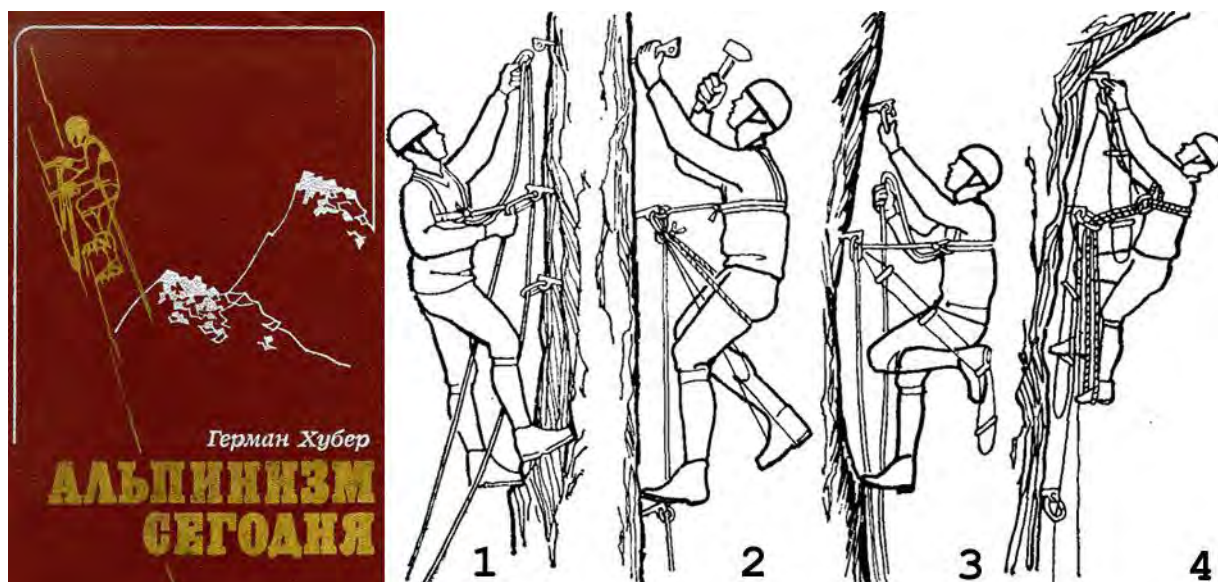

Рис.71. Работа на лесенках по Герману Хуберу (Hermann Huber, "Bergsteigen Heute, Der Leitfaden für die Praxis", Bruckmann, München, 1975)
Вот несколько советов Германа Хубера по поводу работы на лесенках (**Рис.71**):
5) Дать команду страхующему натянуть страховочную веревку, затем встать одной ногой на длинное стремя, сохраняя равновесие и держась одной рукой за ее узел (**Рис.71- fig.2**). Мини-шест теперь разгружен, и его можно снять с предыдущего крюка и пристегнуть серединой к верхнему отверстию ушка нового крюка для дальнейшей работы.